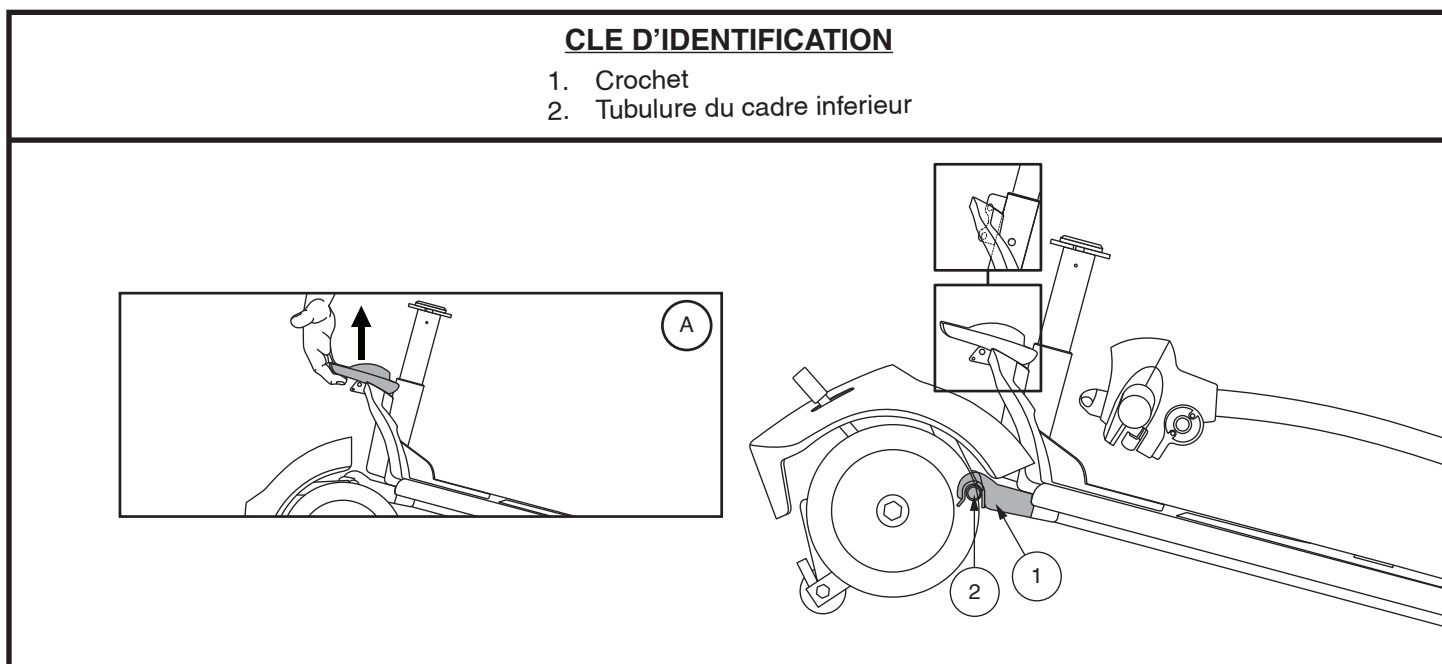

Figure 18. Levier de blocage du cadre
3. Séparez doucement les sections du véhicule. **Voir la figure 18.**
1. Soulevez la section avant par le levier de blocage et alignez les crochets avec la tubulure de la section arrière. **Voir la figure 18.**
2. Une fois que les crochets du châssis sont sur le tube inférieur du châssis, abaissez la section inférieure avant et faites pivoter la section arrière simultanément. Ceci engagera le verrouillage du châssis automatiquement. **Voir la figure 18.**